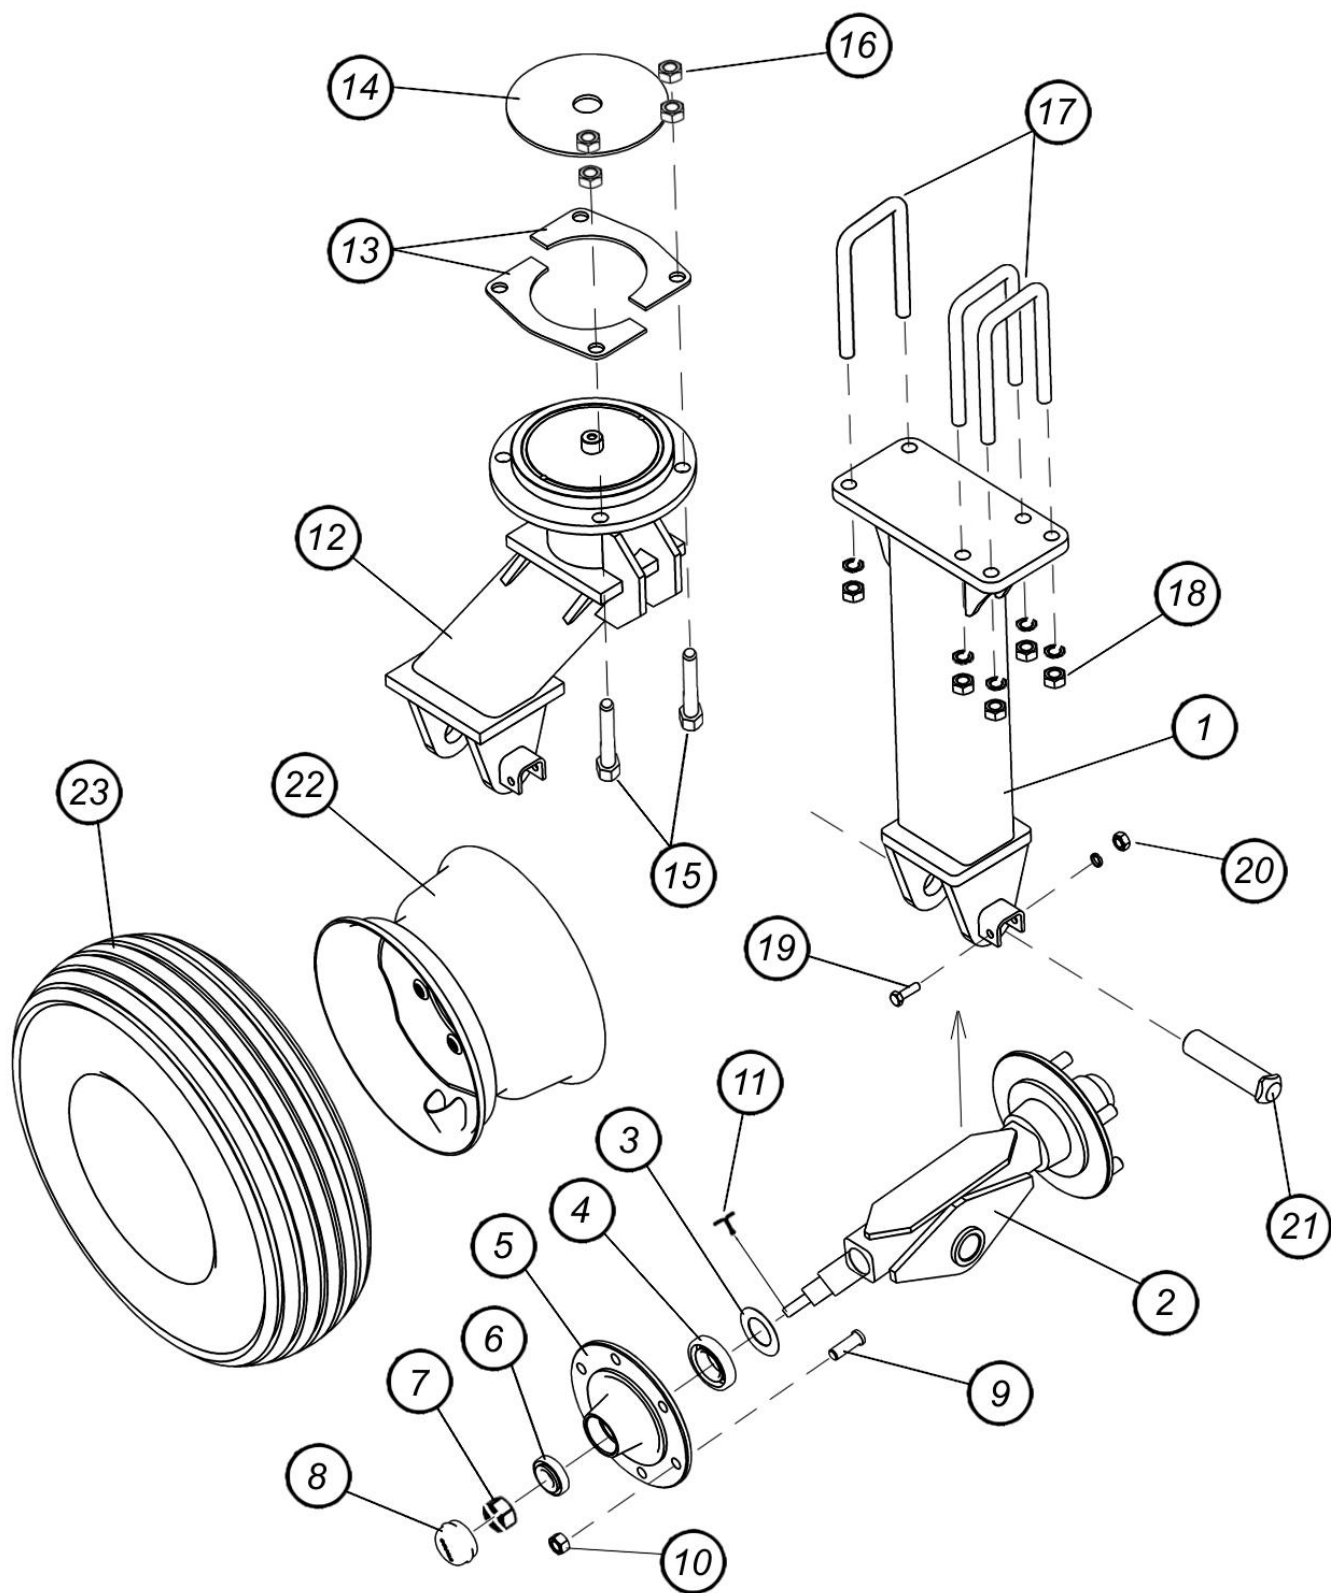

Рис.7.1.10. Переднее и заднее шасси
7.1.10. Переднее и заднее шасси (рис.7.1.10)